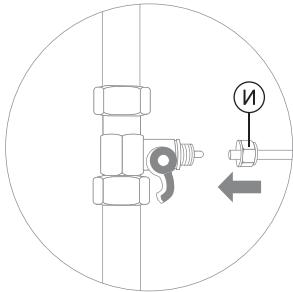
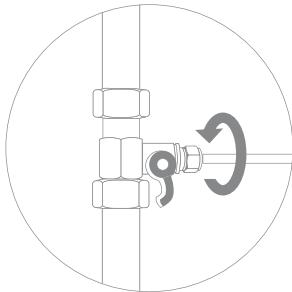

Рис. 13
Рис. 14
2. В гайку (И) вставьте пластиковую трубку, идущую на вход в систему (рис. 13). Конец трубы наденьте на штуцер тройника-адаптера до упора и плотно закрутите гайку (рис. 14).